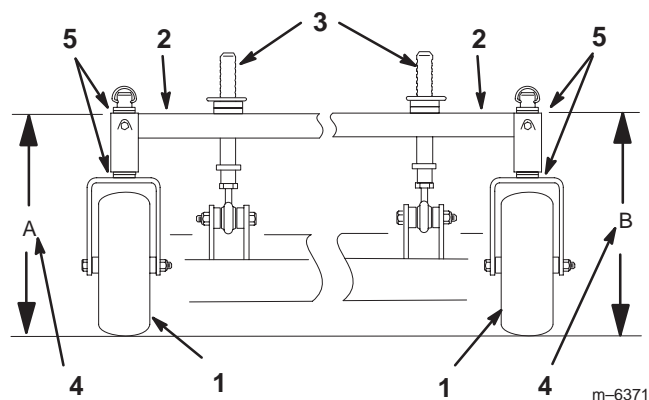

Figure 48
4. Mesurez la hauteur du bâti porteur au point **A** (Fig. 48).
5. Mesurez la hauteur du bâti porteur au point **B** (Fig. 48).